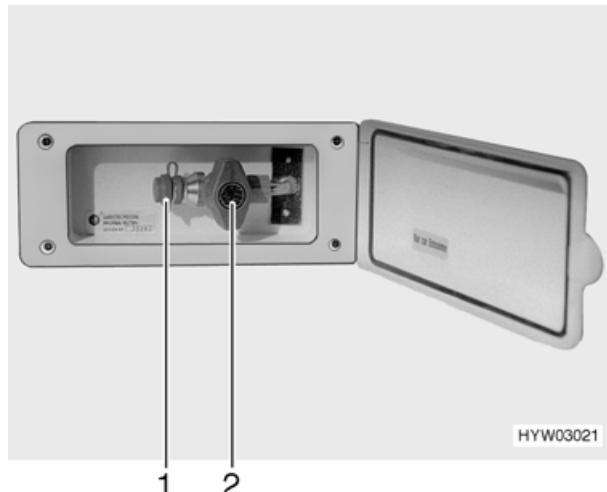

Fig. 54 Presa gas esterna, rubinetto chiuso
- Quando la presa gas esterna per il gas non viene utilizzata, chiudere sempre il rubinetto (Fig. 54,2).
- Accertarsi che dopo aver collegato l'impianto a gas e aver aperto il rubinetto non fuoriesca del gas dalla presa esterna (Fig. 54,1). Se la presa gas esterna perde, il gas si disperde nell'atmosfera. Chiudere immediatamente il rubinetto e la valvola principale della bombola del gas. Fare controllare la presa esterna del gas da un'officina autorizzata.
La presa gas esterna si trova (Fig. 54) sul lato anteriore destro vicino al vano portabombole.